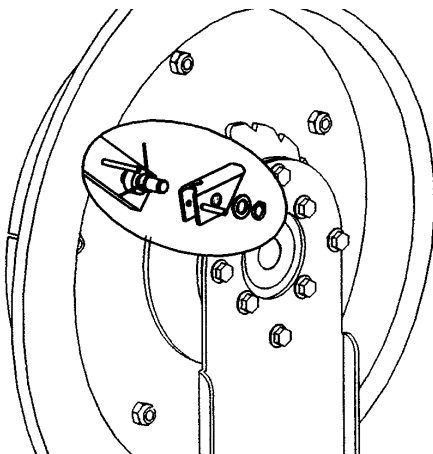

Fig. 8
6. Clean the latch components or replace if necessary and assemble in opposite order (figure 8).
6. Nettoyer les différents éléments qui composent le cliquet ou les remplacer si nécessaire et les remonter en suivant le processus inverse. (voir Figure 8).
6. Die Teile der Sperre reinigen oder falls nötig ersetzen. Alles in umgekehrter Reihenfolge wieder zusammen bauen (Bild 8).